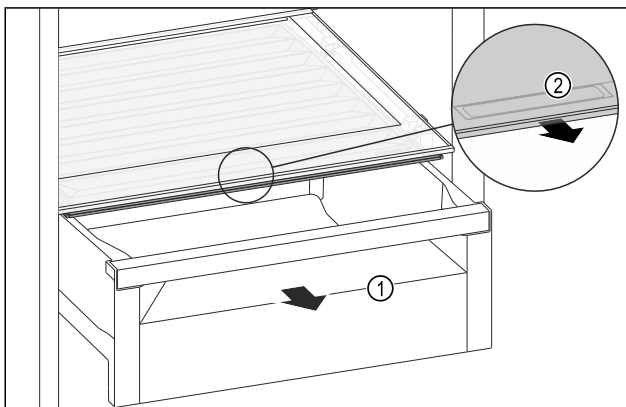

Fig. 171
- ▶ Schubfach Fig. 171 (1) herausziehen.
- ▶ Griffmulde Fig. 171 (2) am Fachdeckel anfassen und Fachdeckel gleichzeitig nach vorne ziehen.